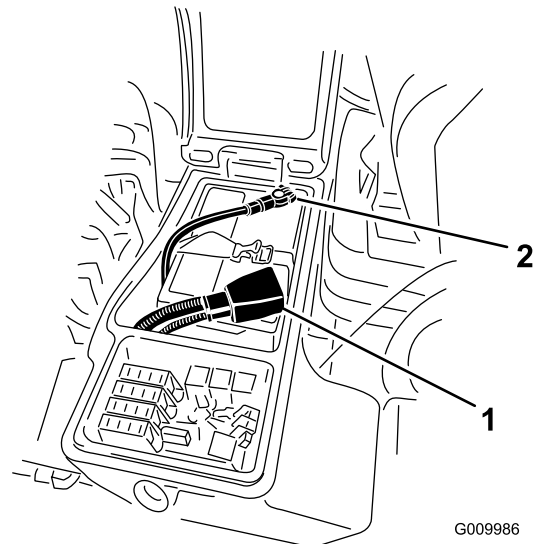

Figura 76
3. Rimuovete il cavo negativo (nero) dal morsetto negativo (-) e il cavo positivo (rosso) dal morsetto positivo (+) della batteria (Figura 76).
6. Collegate il cavo positivo (rosso) al terminale positivo (+) e il cavo negativo (nero) al terminale negativo (-) della batteria (Figura 76).